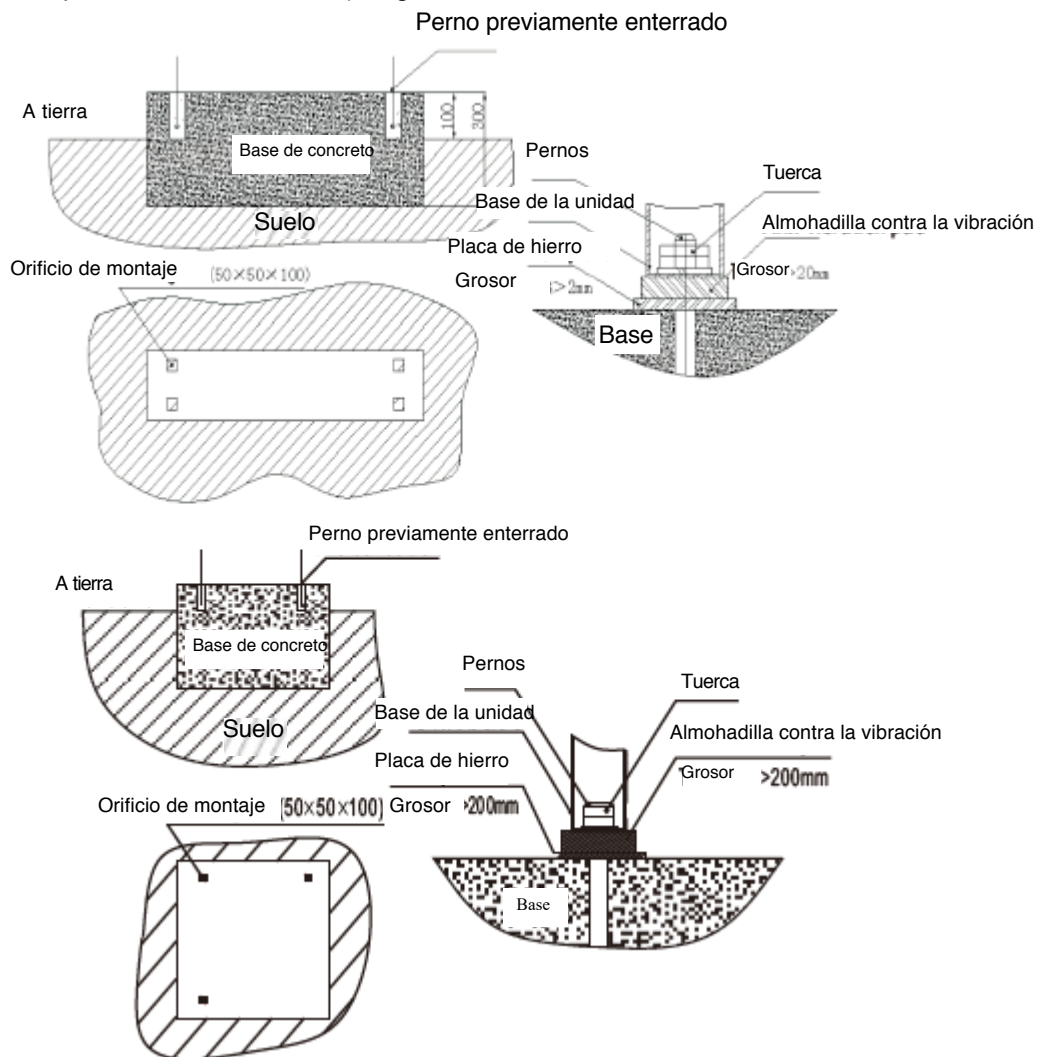

Imagen 6
- 8) Para evitar la distorsión de las unidades e incluso su ruptura, que se produce en el desplazamiento de la unidad durante mucho tiempo, debe tomar algunas medidas para fijar la unidad en la posición de restricción. (Imagen 6)